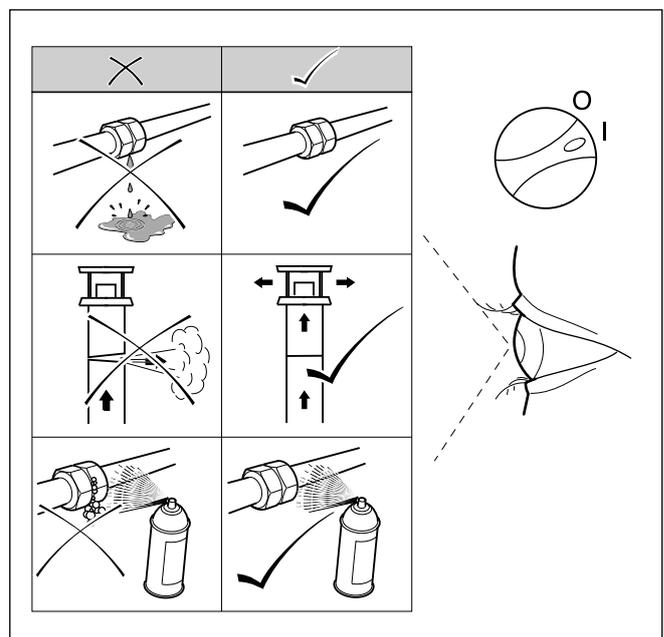

Fig. 6.13 Comprobar la función
- Comprobar la estanqueidad del tubo de suministro de gas, la instalación de calefacción y las tuberías de agua caliente (→ **fig. 6.13**).